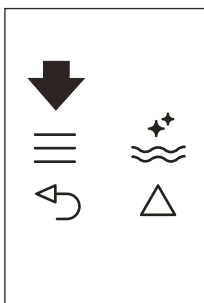
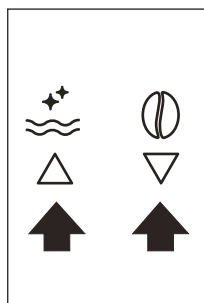

Abb. 22
Abb. 9
- ▶ Drücken Sie das ☰ Symbol (B2), um das Menü aufzurufen (Abb. 22). Drücken Sie die Symbole △ ▽ (B7) und (B8) (Abb. 9), bis „KAFFEE PROGRAMMIEREN“ angezeigt wird.